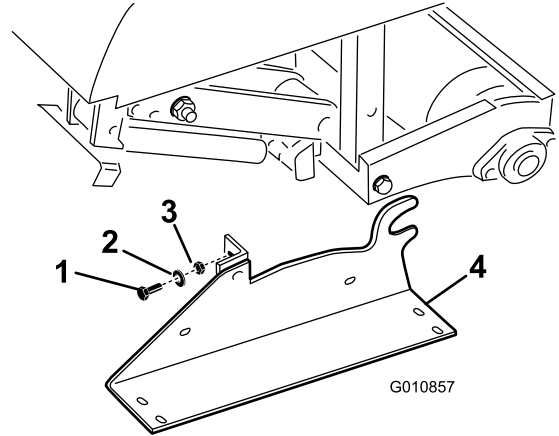

图34
2. 卸下将存放架固定到打孔机两端的螺栓、锁紧垫圈和螺母（图34）。